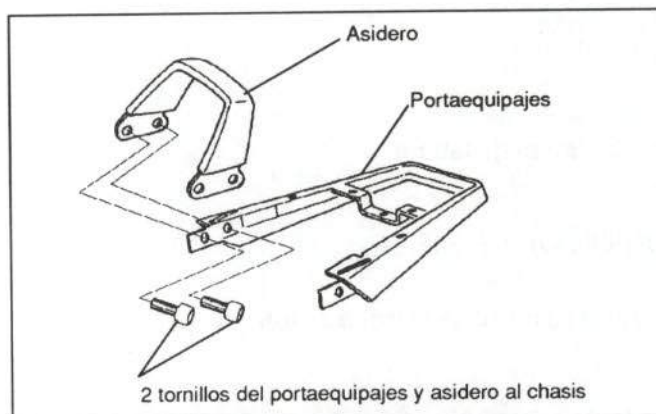

Figura 14.- Fijación del portaequipajes
El portaequipajes va unido al chasis junto con el asidero. En la figura 14 se muestra su fijación.
- Portaequipajes (figura 14)